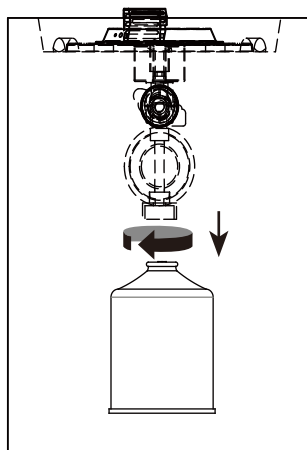

Abbildung3
- (1). Drehen Sie den Bedienknopf in die Position „OFF“.
- (2). Drehen Sie den Zylinder gegen den Uhrzeigersinn, bis er sich lösen lässt (siehe Abbildung 3).
- (3). Nehmen Sie den Zylinder ab.
- (4). Lagern Sie den Zylinder an einem geeigneten Ort.
- (5). Setzen Sie die Schutzkappe auf den Zylinder und lagern Sie den Zylinder im Freien an einem gut belüfteten Ort ohne direkte Sonneneinstrahlung.